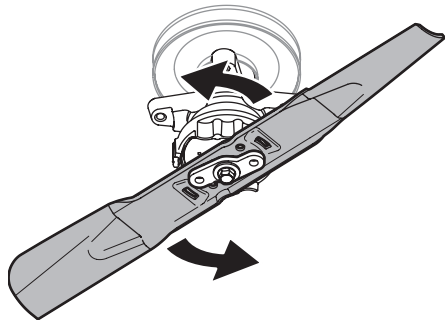

Figure 45
4. Placez la bague de verrouillage vers le haut et tournez la lame vers la gauche pour la dégager de la bague. Voir Figure 45.